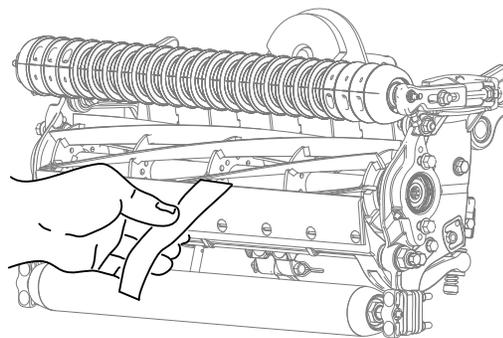

图10
12. 在滚刀与底刀间插入一长条 Toro 剪切性能纸纸要与底刀垂直检测剪切性能 图10。缓慢向前旋转滚刀滚刀应剪切检测纸。